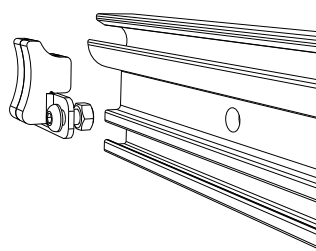

Figura 49. Monte el tope del brazo
5. Monte los tornillos y las tuercas en el tope del brazo, situándolos en el perfil del tope, véase Figura 48 y Figura 49.